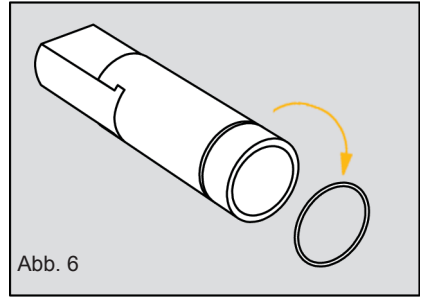

Abb. 6
- Entfernen Sie den O-Ring von der Batterieeinheit (siehe Abb.6 / Seite 21).